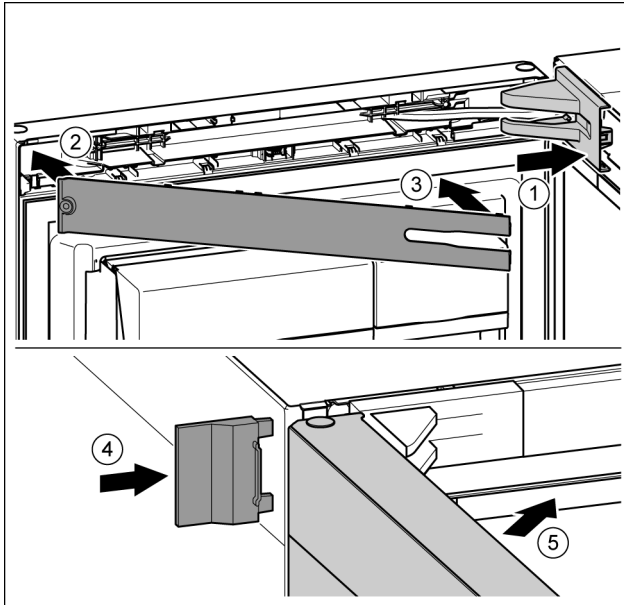

Fig. 26
- ▶ Lagerbockabdeckung aufsetzen und einrasten, ggf. vorsichtig auseinanderdrücken. Fig. 26 (1)
- ▶ Blende aufsetzen. Fig. 26 (2)
- ▶ Blende einschwenken und einrasten. Fig. 26 (3)
- ▶ Äußere Abdeckung aufschieben. Fig. 26 (4)
- ▶ Obere Tür schließen. Fig. 26 (5)